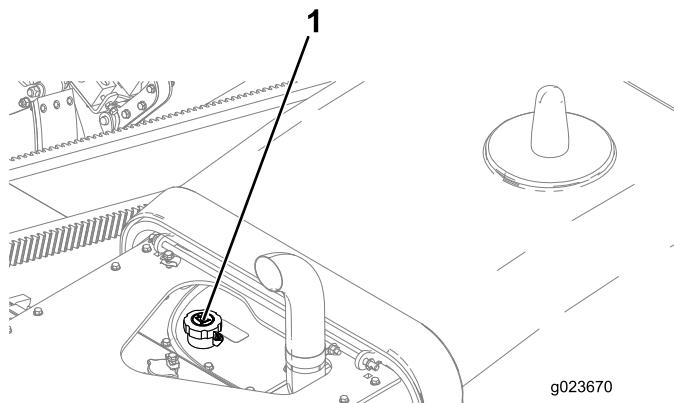

Figura 150
4. Si el nivel es bajo, abra el tapón del depósito de aceite hidráulico Figura 150 y añada aceite del tipo correcto hasta que llegue a la marca de Lleno de la mirilla.